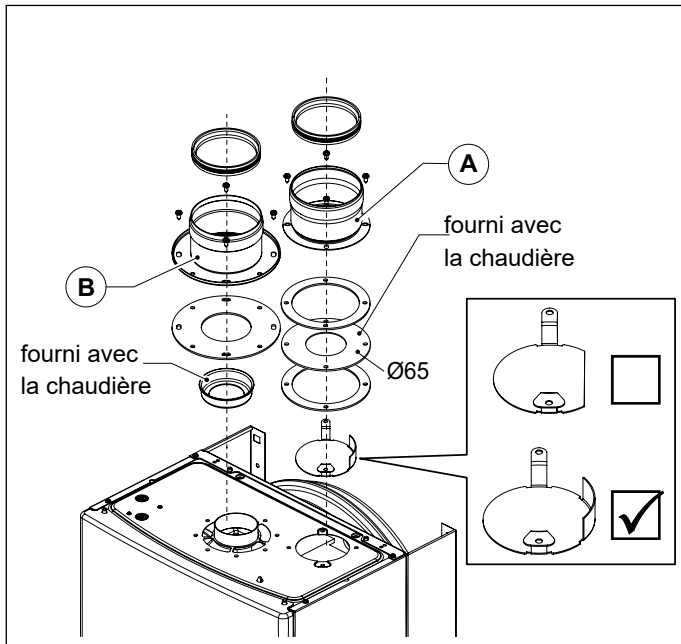

Fig. 8 OSDOPPIA13
- Installer le déflecteur d'air spécifique. (voir Fig. 8 0SDOPPIA13).